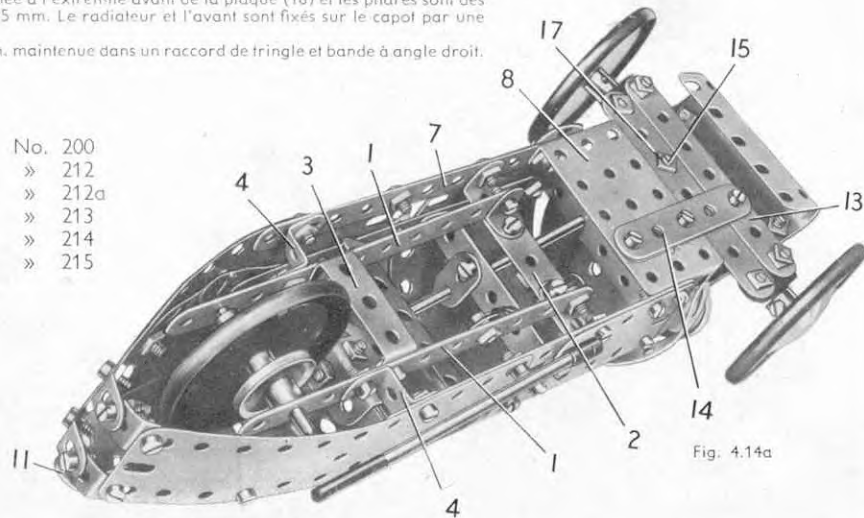

Fig. 4.14a
Le châssis de la voiture se construit en fixant deux bandes de 11 trous (1) sur une bande coudée de 60x12 mm. (2) par des équerres, et en les réunissant ensuite l'une à l'autre par une bande coudée de 38x12 mm. (3). Les rebords de la bande coudée (2) et les équerres renversées (4) servent à fixer la carrosserie sur le châssis. Chaque côté est formé d'une plaque flexible de 6x4 cm. (5) et d'une de 14x4 cm. (6) boulonnées sur une bande de 11 trous (7). Les extrémités arrière des plaques (6) sont réunies par 4 équerres à 135° disposées par paires (fig. 4.14a). Une plaque à rebords de 6x4 cm. (8) boulonnée entre les deux côtés de la carrosserie débordant d'un trou les extrémités avant des bandes (7). Le dessus du capot est une plaque flexible de 11,5x6 cm. incurvée de façon voulue et boulonnée entre les plaques (5). Les boulons (9) et (10) qui la tiennent en place servent également à fixer des bandes coudées de 60x12 mm. entre les côtés, de façon à renforcer le capot. L'arrière est constitué par deux plaques cintrées de 43 mm. de rayon, et il est complété par trois bandes de 5 trous (11). Le siège est une plaque cintrée en U fixée par une embase triangulée coudée sur une bande de 5 trous (12). Cette bande est réunie par un support plat à une bande incurvée épaulée, et l'ensemble est fixé sur une équerre boulonnée aux plaques cintrées de 43 mm. de rayon. La roue arrière est fixée sur une tringle de 5 cm. passée dans les bandes (1) et tenue en place par deux poulies de 25 mm. L'essieu avant est une bande de 7 trous (13) boulonnée entre deux bandes de 5 trous (14) fixées sur la plaque à rebords (8) l'une au-dessous de l'autre. Chacune des roues avant est fixée sur une tringle de 4 cm. qui passe dans un support double. Un support plat est bloqué par un écrou sur un boulon de 9,5 mm. passé dans le trou central du support double; le boulon est ensuite articulé sur la bande (13) par contre-écrou. Une seconde bande de 7 trous (17) est fixée par contre-écrou aux extrémités des supports plats; deux équerres disposées de façon à former une pièce en U, sont fixées sur cette bande par un boulon (15). Le lube de direction est une manivelle qui passe dans la bande coudée tenue par les boulons (9) et dans un support plat fixé sur la bande coudée tenue par les boulons (10). Son extrémité incurvée s'insère entre les équerres tenues par le boulon (15). Le radiateur et l'avant sont constitués par une plaque flexible de 6x6 cm. (16) fixée sur une plaque semi-circulaire. Une plaque cintrée en U est boulonnée à l'extrémité avant de la plaque (16) et les phares sont des poulies de 25 mm. fixés sur des boulons de 9,5 mm. Le radiateur et l'avant sont fixés sur le capot par une équerre. Le tuyau d'échappement est une tringle de 10 cm. maintenue dans un raccord de tringle et bande à angle droit.